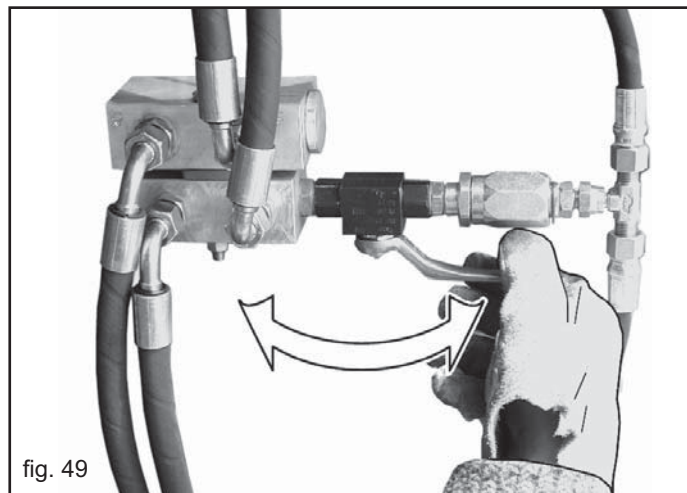

fig. 49
Usando la grada cubresemilla posterior en posición de trabajo, si se debiera excluir el circuito del mismo por medio de la válvula (Fig. 49), durante las fases de maniobra es absolutamente necesario levantar completamente la sembradora.
**Con la grada bajada y el circuito cerrado de la válvula (Fig. 49), es absolutamente necesario levantar completamente la sembradora durante las fases de maniobra.**